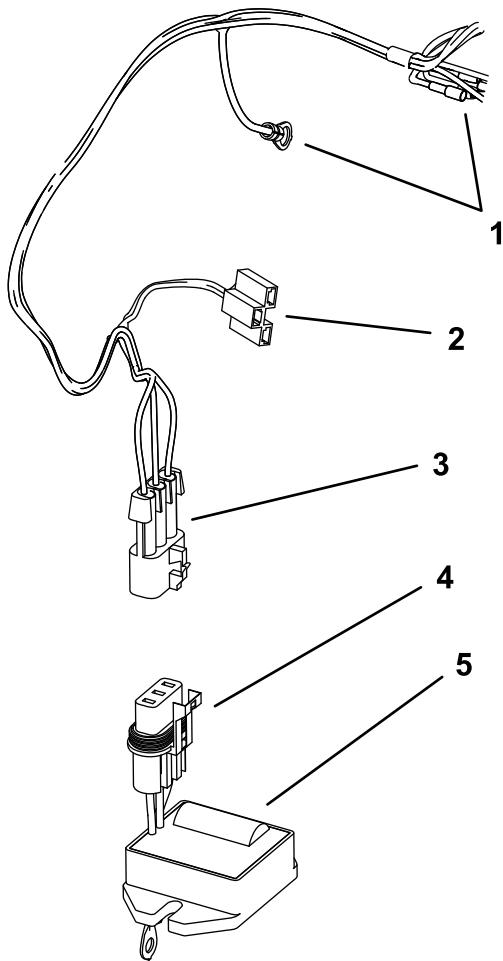

Bild 2
2. Verbinden Sie den Regleranschluss mit dem Kabelbaum des drahtlosen Betriebsstundenzählers (Wireless Hour Meter – WHM) Kit (Bild 2).